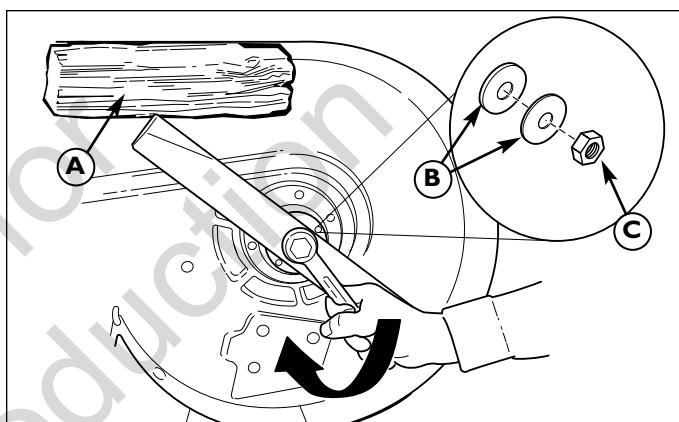
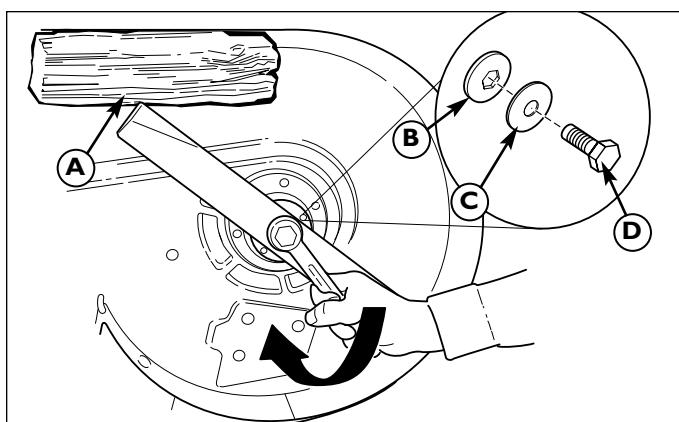

Figura 20. Instalación de la cuchilla en los cortacésped (cortacésped de 97 y 107 cm [38 pulg. y 42 pulg.])
Figura 21. Instalación de la cuchilla en los cortacésped (cortacésped de 97 y 107 cm [44 pulg. y 50 pulg.])
3. Retire la tuerca (C, Figura 20), o las arandelas de resorte (B), y la cuchilla. O bien, retire el tornillo de cabeza (D, Figura 21), la arandela hexagonal (B), la arandela de resorte (C) y la cuchilla.
6. Vuelva a instalar la cuchilla (Figura 21) con las lengüetas apuntando hacia la plataforma del cortacésped como se muestra.
7. Vuelva a instalar la arandela grande (B, Figura 20), las arandelas de resorte (B) y la tuerca (C). Use un bloque de madera (A) para evitar que la cuchilla gire mientras aprieta la tuerca (C) de 95 a 108 Nm (70 a 80 lb./pie). O vuelva a instalar la arandela hexagonal (B, Figura 21), la arandela de resorte (C) y el tornillo de cabeza (D). Use un bloque de madera (A) para evitar que la cuchilla gire mientras aprieta la tuerca (C) de 61 a 75 Nm (45 a 55 lb./pie).